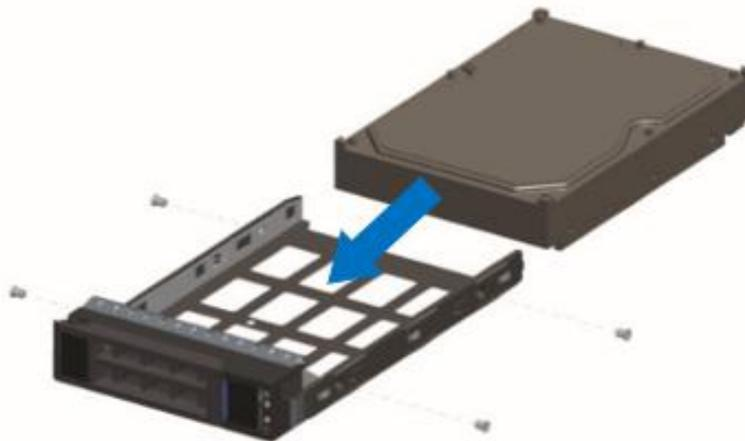

图 2.12
(2) 按螺丝孔位将 3.5 寸硬盘上到硬盘架上，如下图 2.12: